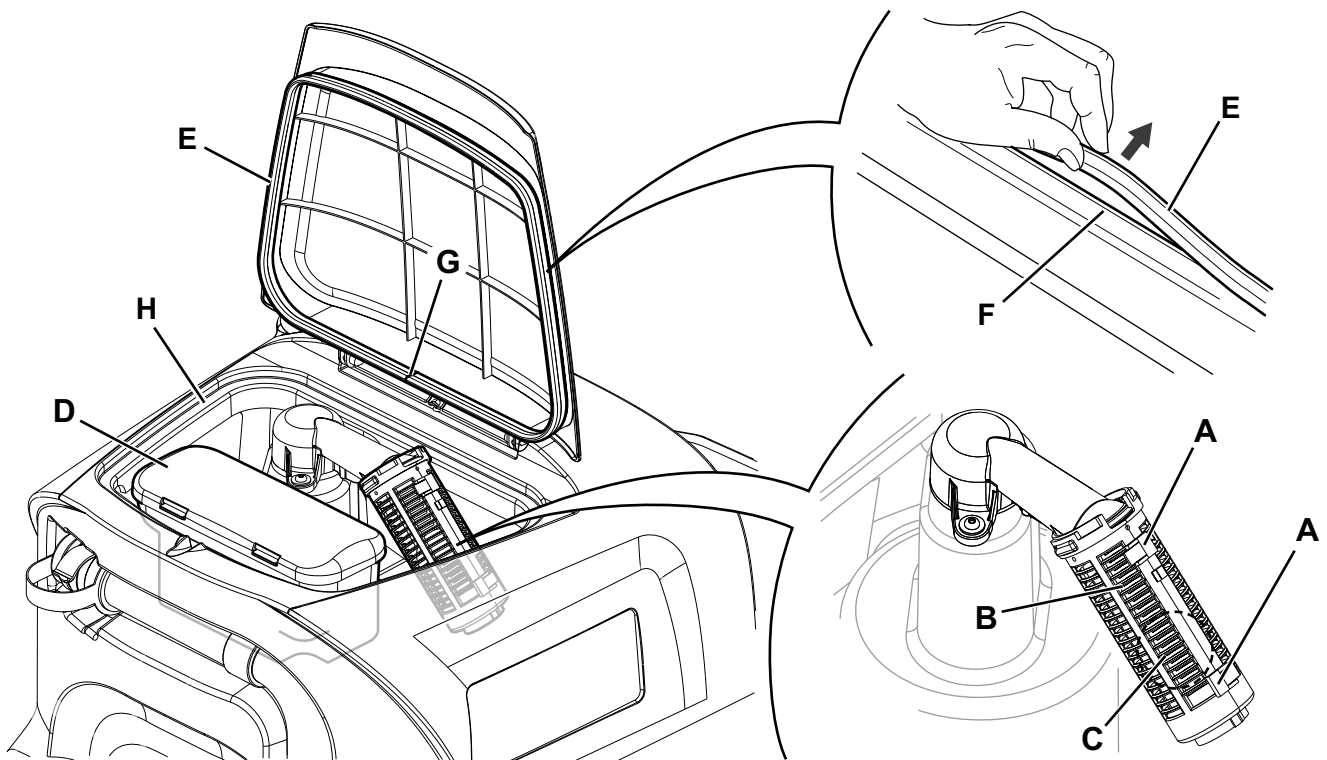

Figure 12
2. S'assurer que la machine est éteinte avec la clé opérateur (52) retirée.
3. Ouvrir le couvercle (18).
4. Nettoyer et laver avec de l'eau propre l'intérieur du réservoir (17) et du couvercle.
5. Vider l'eau du réservoir avec le tuyau (26).
6. Nettoyer la grille d'aspiration (28), dégager les dispositifs de retenue (A, Fig. 12), ouvrir la grille (B), récupérer le flotteur (C) et nettoyer soigneusement ; enfin reposer en place.
7. Démontez le bac de récupération des débris (D) et ouvrir son couvercle, puis nettoyer soigneusement et ré-installer le tuyau d'aspiration.
8. Contrôler l'intégrité du joint d'étanchéité (E) du couvercle du réservoir.